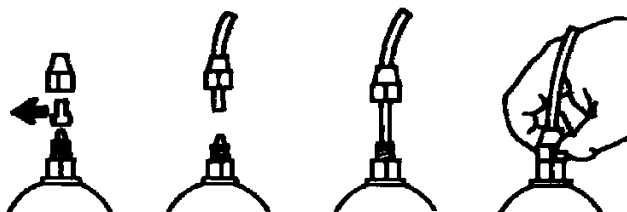

Fig. 7
- e. Sfilare le due capsule rosse di protezione dai raccordi, inserire fino in fondo i tubetti sui relativi attacchi conici e bloccarli con le apposite ghiere di fissaggio (Fig. 7).